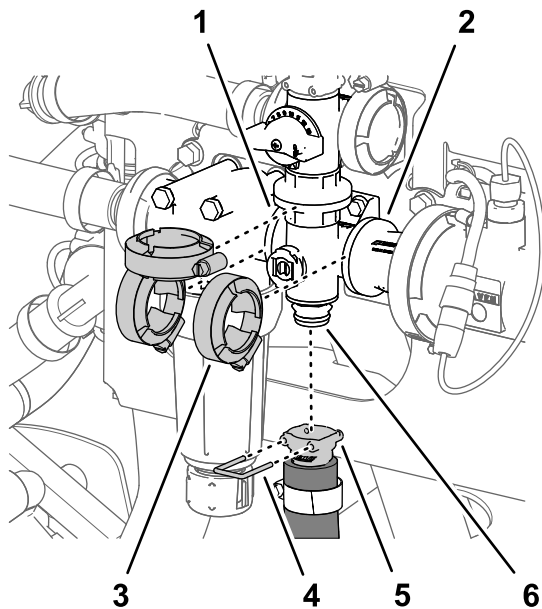

Figure 110
1. Retirez l'étrier qui fixe le raccord rapide du flexible d'agitation au collecteur de la vanne d'agitation (Figure 110).
- Retirez les 3 colliers bride qui fixent le collecteur de vanne d'agitation aux brides de la tête du filtre sous pression et à l'adaptateur d'accouplement (Figure 110).